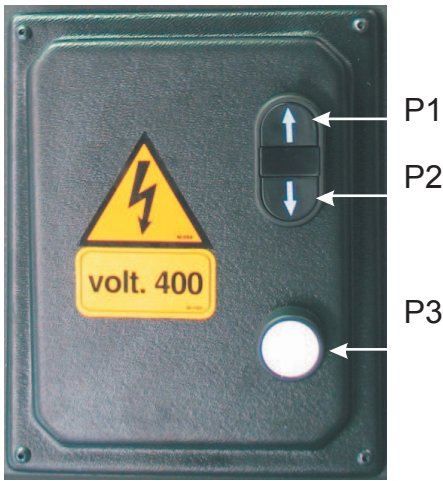

Fig. 16
- Kör fordonet på cylinderns motsatta sida (se Fig. 16)
Följande reglage finns på panelen (Fig. 16):
Tryck på LYFTKNAPPEN P1 (Fig. 16) tills lyften nått önskad höjd.
För att sänka lyften till golven, tryck på NEDKNAPPEN P2 (Fig. 16).